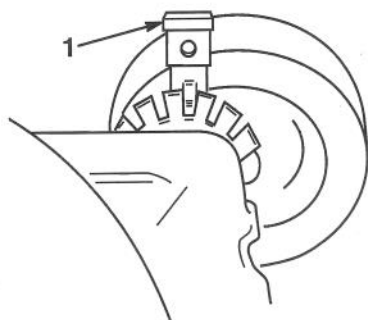

Figure 17
1. Pour changer la hauteur de coupe, tirer le levier de réglage en direction de la roue et l'amener sur la position désirée (Fig. 17).